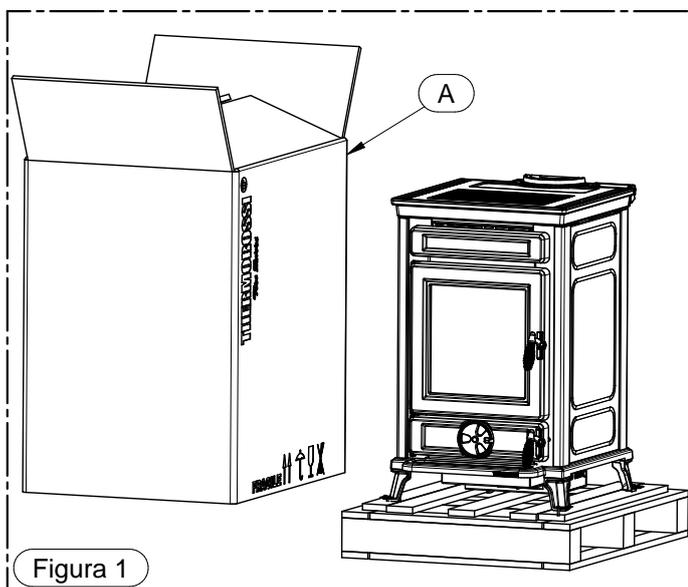

Figura 1
- 1) Quite el cartón A (figura 1).